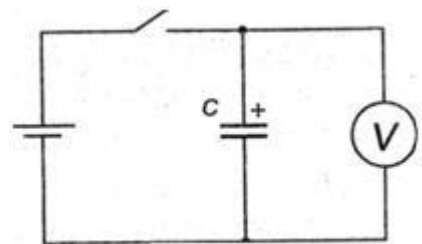
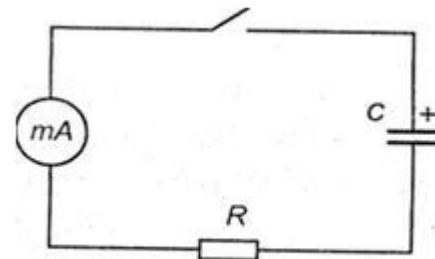

Рис. 11
Рис. 12
Переходя ко второму этапу опыта, мультиметр отсоединяют от заряженного конденсатора и переводят в режим измерения силы постоянного тока. После этого из цепи удаляют выпрямитель, а вместо него подключают мультиметр, последовательно соединенный с резистором. Схема этого соединения показана на рис. 12. Замыкают ключ и одновременно включают секундомер. Через каждые 15 с записывают показание мультиметра до тех пор, пока конденсатор полностью не разрядится. (В целях сокращения продолжительности опыта измерения можно прекратить при уменьшении тока в цепи до 5 % от начального значения.)
4. Соберите электрическую цепь для зарядки конденсатора по схеме рис. 11.
7. Соберите установку для наблюдения за разрядкой конденсатора по схеме рис. 12. Для этого в цепи, собранной по схеме на рис. 11, сначала отключите мультиметр и подготовьте его для измерения силы постоянного тока. Потом разомкните ключ, отключите выпрямитель и вместо него подключите мультиметр, соединенный последовательно с резистором.